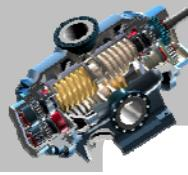

图 3.15.11 “放置”界面
- (3) 定义“旋转”约束。分别选取图 3.15.9 所示的两个平面为“旋转”约束参考，此时 **放置** 界面如图 3.15.11 所示。